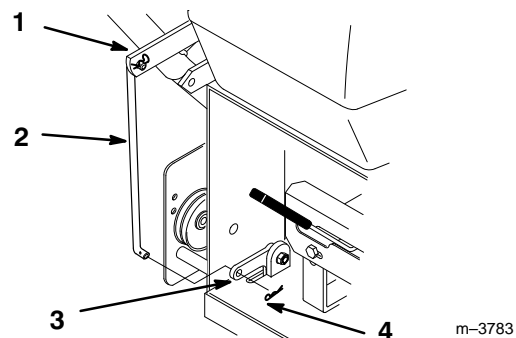

Figure 8
- Retirer la goupille épingle du bas de la tige de commande de lame (PDF) (Fig. 8).
- Insérer la tige de commande de lame (PDF) dans le trou du levier de renvoi, et l'attacher à l'aide de la goupille épingle (Fig. 8).
- Remonter la rondelle ressort (côté bombé vers le bas) et le contre-écrou (Fig. 8).